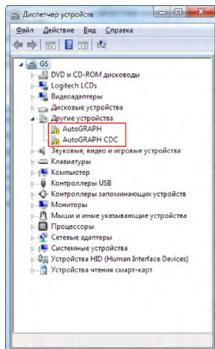

Рис.1.
- Снимите съемную крышку дополнительного отсека, открутив 2 винта (Рис.1).
1. Подключите модуль «АвтоГРАФ-GSM-Drive» с ПК, используя интерфейсный кабель USB AM – USB miniB 5 pin. Система автоматически найдет новое оборудование (Рис.1).